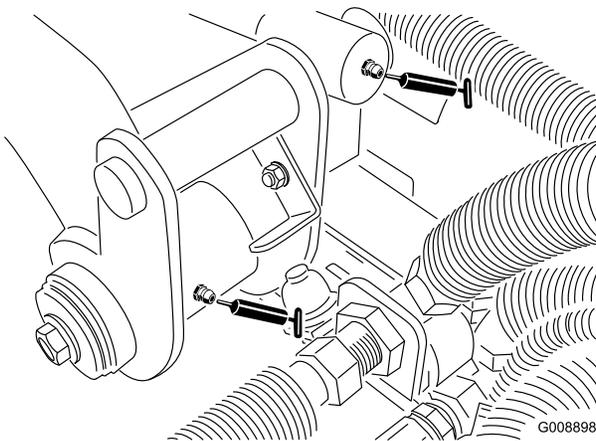

Bild 33
- Hintere Hubarm-Drehbüchsen und Hubzylinder (2) (Bild 33)